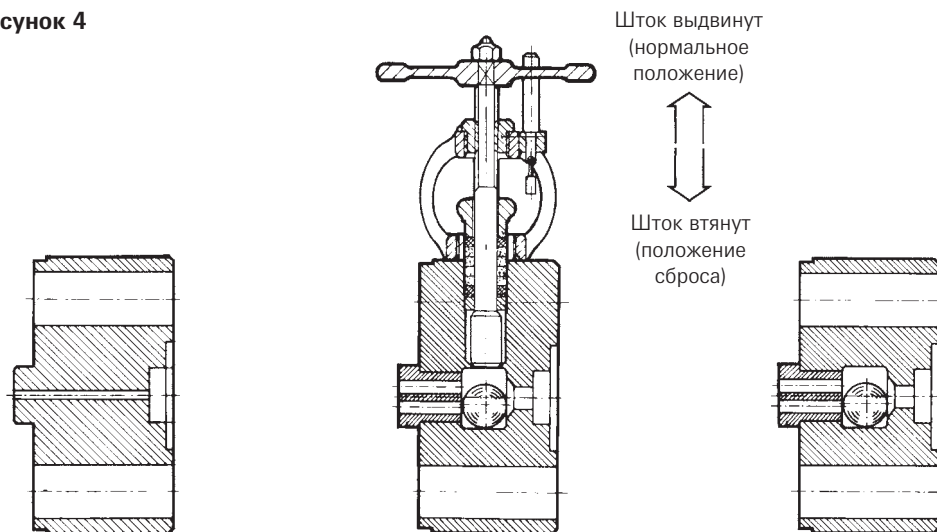
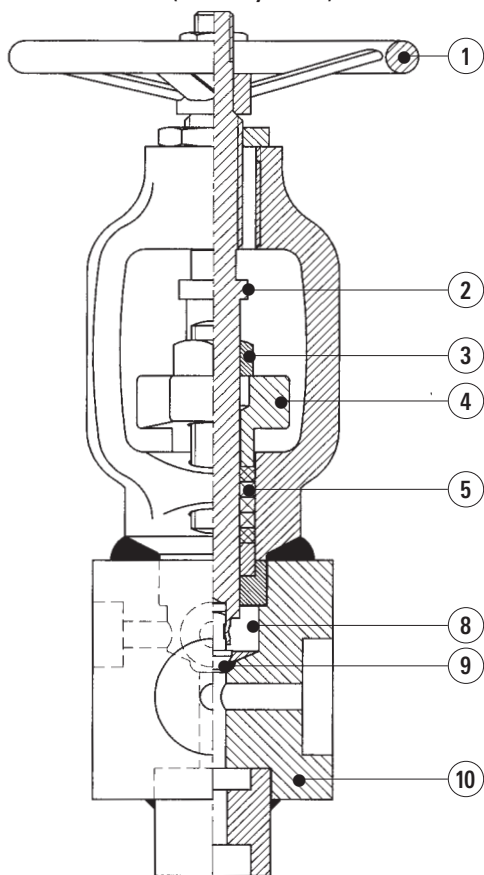
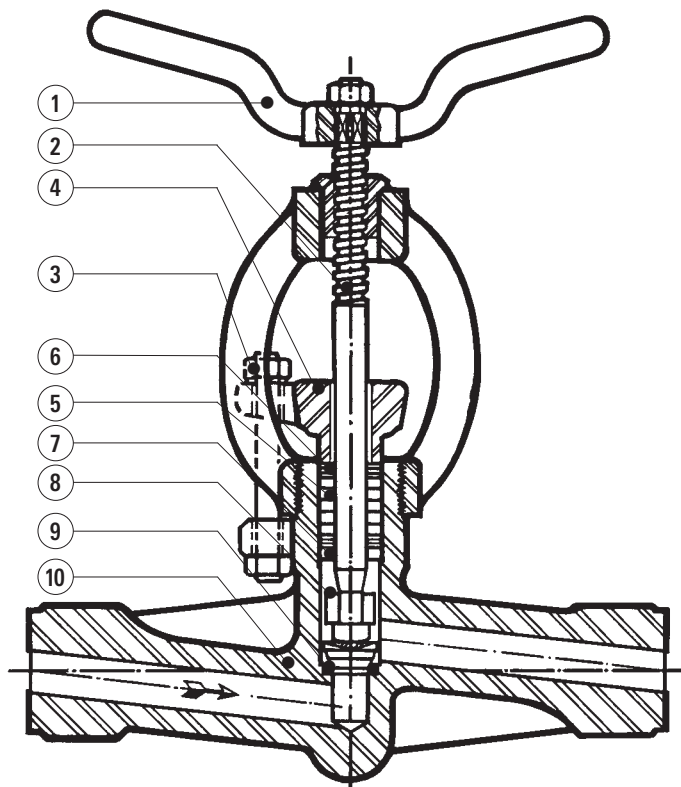

Рисунок 5:
Рис. 9
Рис. 10
(A) Втулка диафрагмы или автоматический отсекающий запорный клапан (см. Рис. 5 и 6)
- (A) Втулка диафрагмы или автоматический отсекающий запорный клапан (см. Рис. 5 и 6)
В стандартной комплектации Narvik-Yarway поставляет клиновые задвижки (см. Рис. 9) для отсечения уровнемера и дренажный клапан для продувки уровнемера (см. Рис.10). Все остальные компоновки поставляются по отдельному запросу покупателя. В паровой петле может быть установлен автоматический запорный клапан (см. Рис 6), который заменит втулку диафрагмы (см. Рис. 5). В водяной петле может быть установлен шаровый кран/ обратный клапан (см. Рис.7).
Шаровой кран (см. Рисунок 9)
Дренажный клапан (см. Рисунок 10)